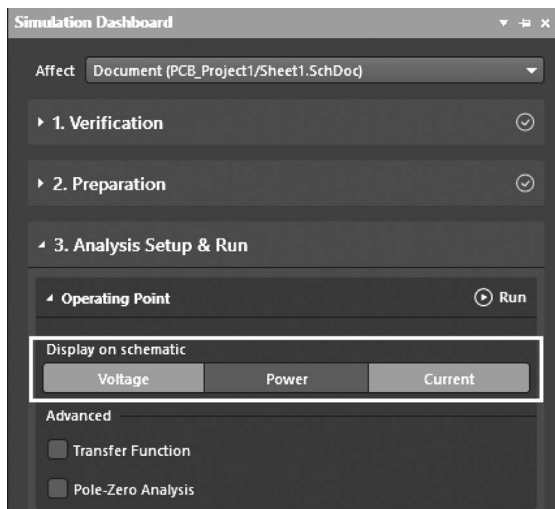
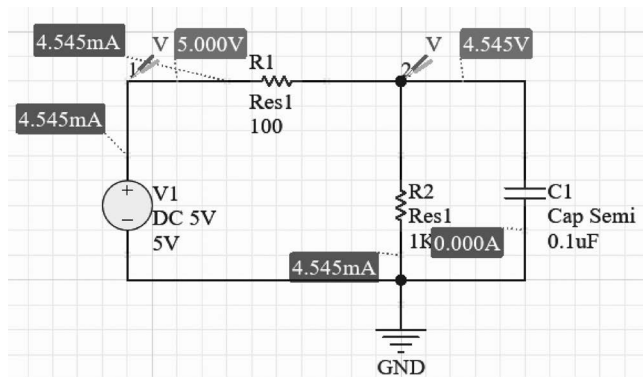

图 3-13 原理图中显示电路静态电压和电流设置
图 3-14 原理图中显示电路静态电压和电流
(4) 下面通过 Simulation DashBoard 界面设置,选择 Operating Point 的 Display on schematic 下的 Voltage 和 Current 选项(如图 3-13 所示),在原理图中显示电路中各支路的电压和电流值,如图 3-14 所示。
(5) 如图 3-14 所示,原理图中显示流经电阻的电流为 4.545mA。